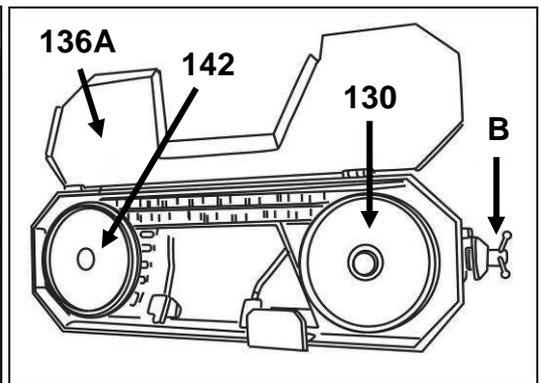

Fig 28
- Détendez la lame en tournant lentement le volant (**B**) (Fig 28).
- Ôtez la lame des volants (**142**) et (**130**), dégagez-la des guides de lame (**C**), puis retirez-la (Fig 28).
- Orientez la nouvelle lame dans le bon sens, et mettez-la en place en commençant par les guides de lame (**C**) (Fig 29), puis les volants (**136A**) et (**130**) (Fig 28 & 30).
- Ajustez la position de la lame sur les volants et dans les guides, puis tendez-la légèrement à l'aide du volant (**B**) de façon à ce qu'elle reste en place (Fig 28).